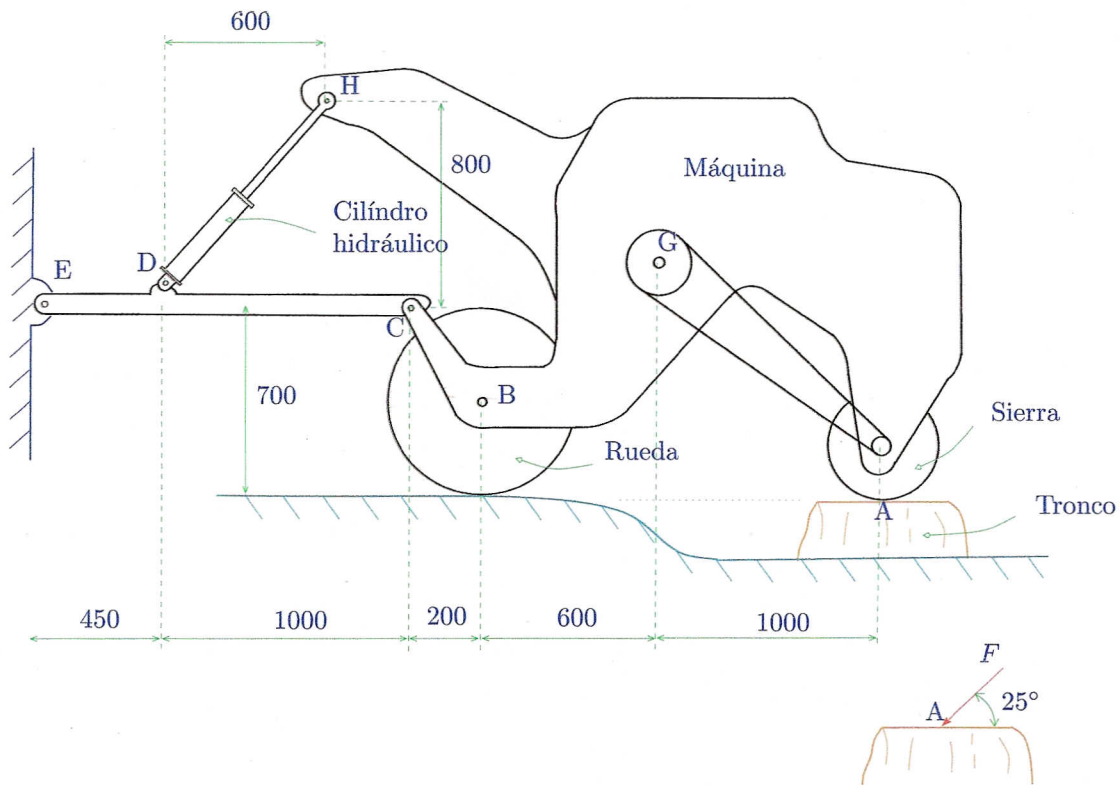

Figura 1: Máquina destoconadora.
- En la Figura 1 se muestra una parte de una máquina llamada 'destoconadora' (usada para cortar partes de troncos pegados al suelo). Su peso es de 3000N y el centro de gravedad está ubicado en G . En la posición presentada el miembro CE está horizontal y los dientes de la sierra circular están a ras de suelo. Si la magnitud de la fuerza F ejercida por el disco de la sierra sobre el tronco es de 500N, determine la fuerza P sobre el cilindro hidráulico y la magnitud de la fuerza que soporta el pasador C . Todas las dimensiones están en milímetros. En la parte inferior derecha se presenta un detalle de la forma como actúa la fuerza F sobre el tronco. (15 puntos)